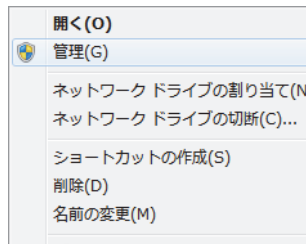

図 7-24 コンピューターアイコンのショートカットメニュー (Windows 7)
2. ショートカットメニューで、**管理**をクリックします (236 ページの図 7-24 参照)。